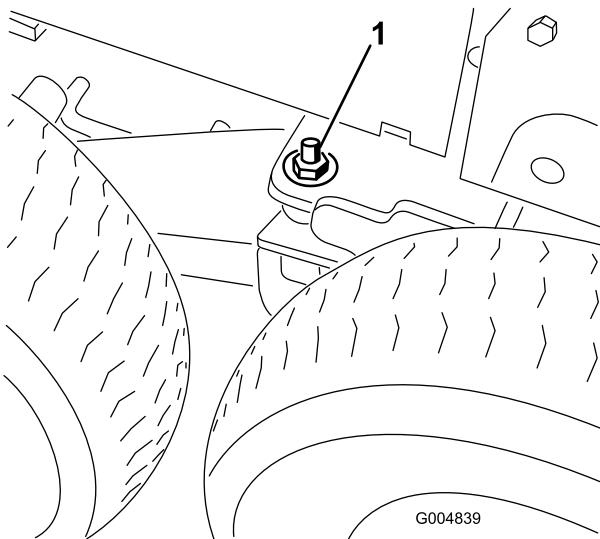

Figure 118
43. Enlevez la rondelle plate (1/2 po) et l'écrou (1/2 po) placés sur le goujon du pivot de bogie (Figure 118).